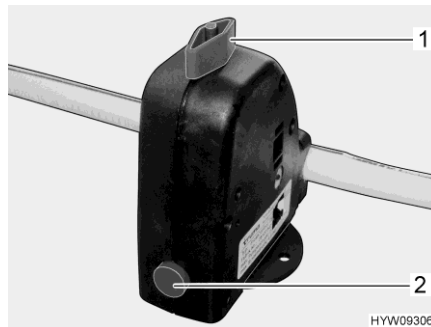

Fig. 109 Valve de sécurité et de vidange (chauffe-eau)
Le chauffe-eau est équipé d'une valve de sécurité et de vidange (Fig. 109). La valve de sécurité et de vidange empêche que l'eau ne gèle dans le chauffe-eau lorsque le chauffage n'est pas allumé en cas de gel.
- Fermer la valve de sécurité et de vidange. Tourner pour cela le bouton rotatif (Fig. 109,1) dans le sens transversal par rapport à la valve de sécurité et de vidange et enfoncer le bouton-poussoir (Fig. 109,2).
- Ouvrir la valve de sécurité et de vidange. Tourner le bouton rotatif (Fig. 109,1) dans le sens longitudinal par rapport à la valve de sécurité et de vidange. Le bouton-poussoir (Fig. 109,2) ressort. Le chauffe-eau est vidé à l'extérieur par le biais de la valve de sécurité et de vidange.